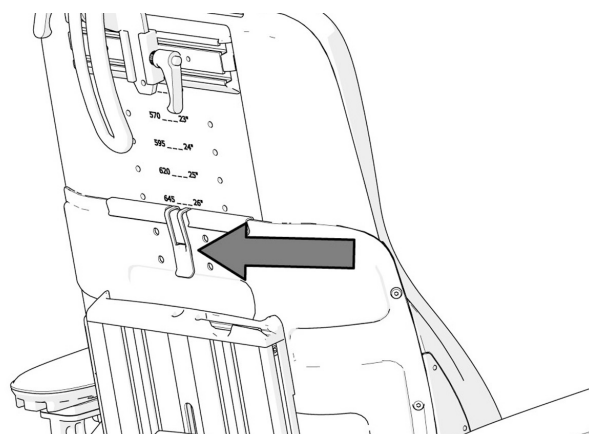

Bild 136. Ryggstödet övre del sitter fixerat med en låsmekansim.
2. För åtkomst av låsmekanismen, ställ ryggstödet vinkel i dess mest uppresta position. Demontera ryggstödet övre del genom att försiktigt bryta låsmekanismens spärr utåt och samtidigt dra ryggstödet övre del rakt upp. Se bild. 136.
6. Skjut ryggstödet övre del nedåt till dess att låsmekanismen fixerar dess position. Se bild. 136.